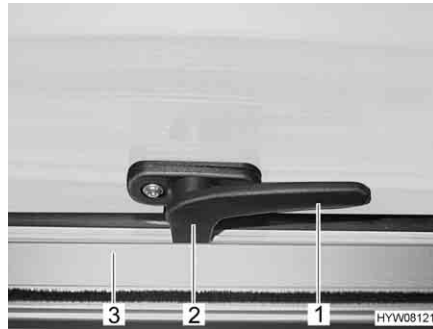

Bild 105 Låsarm i läget "stängd"
- Sväng låsarmen (Bild 105,1) ett kvarts varv mot fönstrets mitt.
- Sväng låsarmen (Bild 105,1) ett kvarts varv mot fönsterkarmen. Låsspaken (Bild 105,2) är placerad på insidan av fönsterlåset (Bild 105,3).